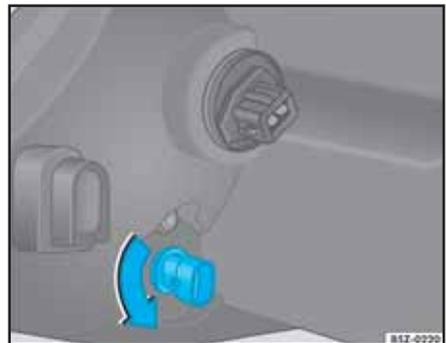

Fig. 178 Portalámparas de la lámpara del faro delantero (luz de posición)
- Retire el portalámparas de la lámpara ⇒ fig. 177, girándolo en sentido contrario a las agujas del reloj ⇒ fig. 178 -flecha-.